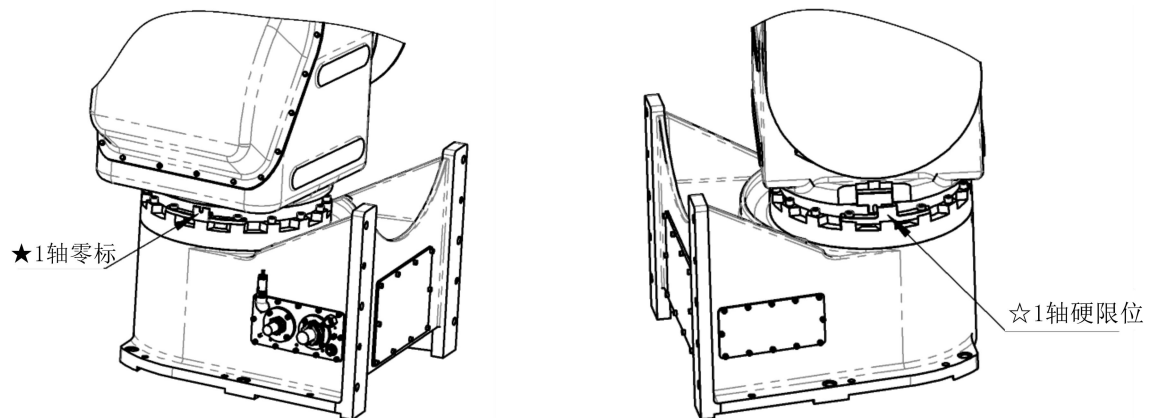

图 2-5 调整后的 1 轴硬限位及 1 轴零标位置
(1) 1 轴硬限位及 1 轴零标：因该款机器人对称式设计，1 轴硬限位及 1 轴零标安装位置可依据实际使用情况进行安装调整（见图 2-5），安装需要专业工具，若有调整需要，请及时联系我